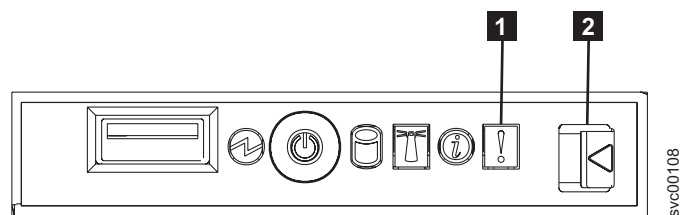

図 66. オペレーター・パネル表示装置
4. オペレーター・パネル・リリース・ラッチ **2** を押して、オペレーター・パネル表示装置を SAN ボリューム・コントローラー 2145-8F2 からスライドさせます。図 66 を参照してください。